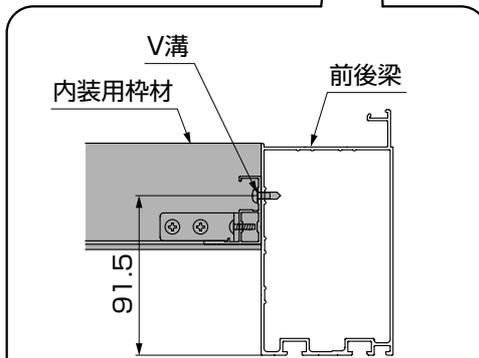
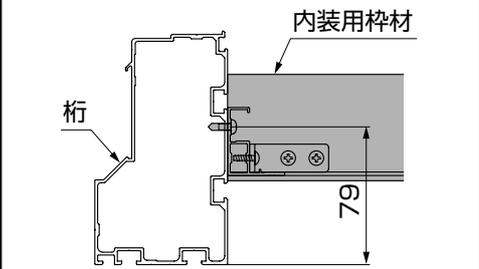
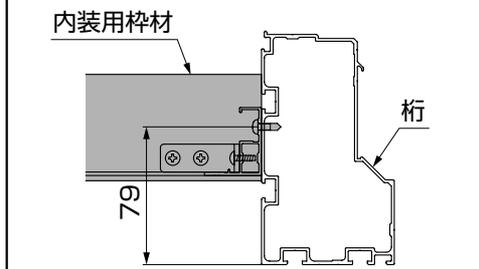

図3-5 前後梁取付けの場合
図3-4 桁取付けの場合
図3-6 桁取付けの場合
①内装用枠材を梁または桁に【43-3】で取付けてください。
- 取付け場所により取付け高さが異なります。梁・桁と内装用枠材の位置を確認してください。(図3-3、図3-4、図3-5、図3-6参照)